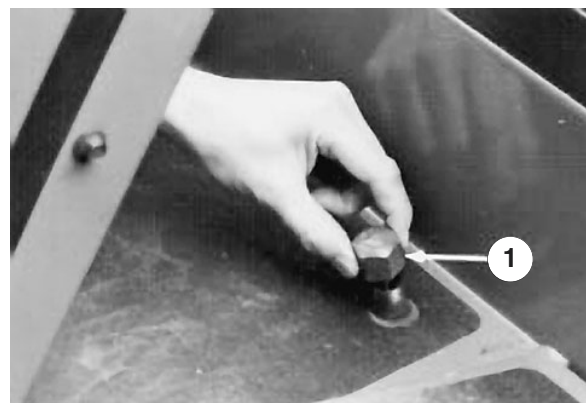

Figure 4
2. Retirez la jauge du goulot de remplissage (Fig. 4) et essuyez-la sur un chiffon propre. Revissez la jauge à la main dans le goulot de remplissage, puis sortez-la de nouveau pour vérifier le niveau de liquide. Si le niveau est à plus de 13 mm de la rainure de la jauge (Fig. 4), faites l'appoint avec de l'huile moteur SAE 10W-30 ou, le cas échéant, du liquide pour transmission automatique, pour que le niveau atteigne la rainure. Ne remplissez pas excessivement.